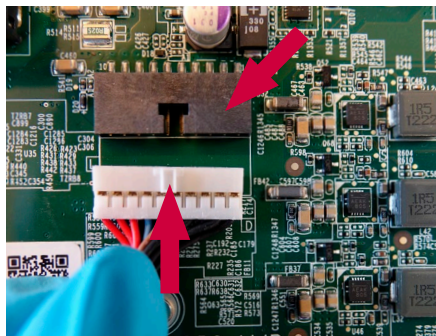

图 27 重新连接电池接头
a) 将电池重新连接至电池接头(请参见图 12 和图 27)